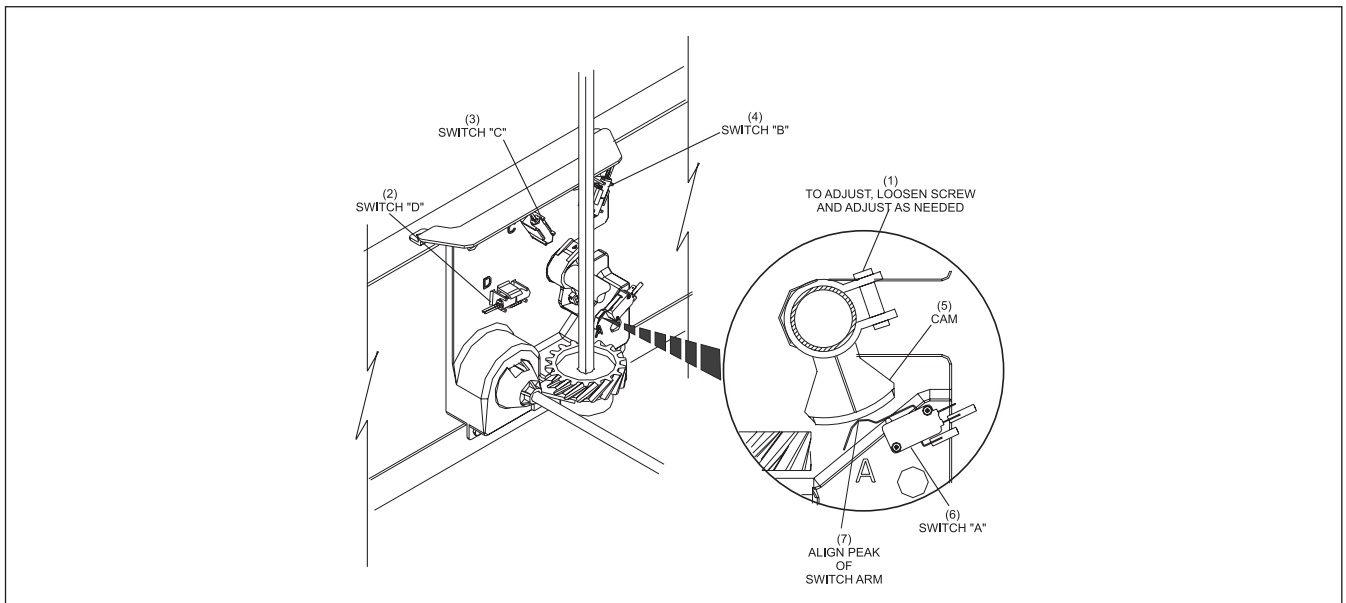

Abbildung 5-30. Position der Nocke
- b. Lockern Sie die Nocke und positionieren Sie sie so, dass die Mitte des Magnets sich oben an der Spitze des Kontaktstangenarms befindet. Ziehen Sie die Nocke an. Siehe *Abbildung 5-30*.